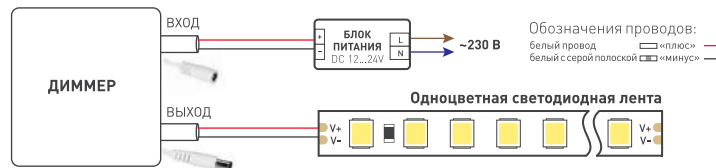

Рис. 3. Схема подключения диммера SR-PRIME-UP
- 3.4. Подключите светодиодную ленту или другой светодиодный источник света к выходу диммера, соблюдая полярность подключения проводов (рис. 3).
- 3.5. Соблюдая полярность, подключите блок питания к входу диммера (рис. 3).